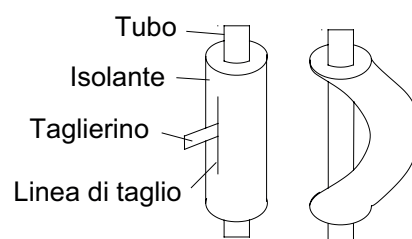

Fig.11
- (4). Nel piegare la tubazione, non piegarla così com'è: essa rischia di rompersi. In tal caso, tagliare il materiale isolante con un taglierino affilato - come mostrato in Fig.11 -, successivamente piegare la tubazione. Dopo aver piegato la tubazione nel modo desiderato, riposizionare il materiale isolante sulla tubazione, fissandolo mediante nastro.